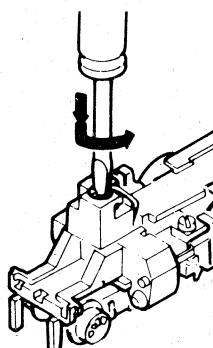

Abb. 2
Lok-Gehäuse abnehmen. Kontaktstück F (Abb. 3) mit kleinem Schraubenzieher leicht nach unten drücken und dann nach links drehen (gemäß Abb. 2) Kontaktstück F und Lämpchen (4) können dann nach oben herausgenommen werden.
Remove locomotive body. Use a suitable screwdriver to exert light downward pressure onto contact piece F (fig. 3) and turn left (see fig. 2). The contact piece and the bulb (4) can now be lifted out.